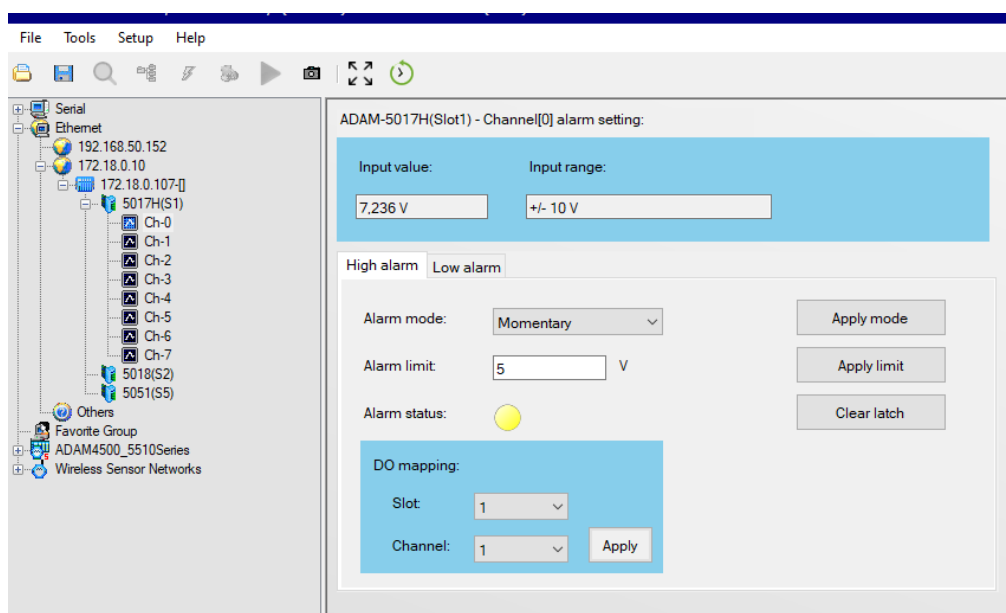

Рис. 2.17. Вікно налаштування алярмів та вимірювання вхідного сигналу
2.4.7. Натиснути на зображення модуля 5017H в області дерева модулів для появи вікна налаштування алярмів та вимірювання вхідного сигналу (рис. 2.17).